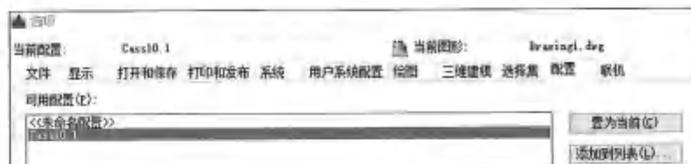

图 4-4 另存为固定格式
2) Excel 处理完毕之后, 软件规定格式为逗号分隔符格式, 所以将文件另存为 Excel 中 csv 格式 (逗号分隔符格式), 如图 4-4 所示。